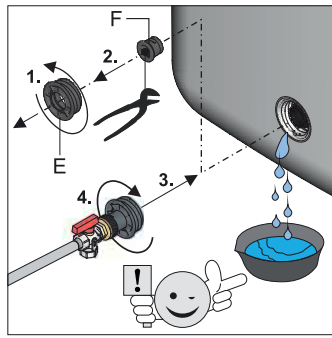

Fig. 6-4 Avvitare il raccordo di riempimento KFE nel raccordo di riempimento e svuotamento
- Svitare il pezzo filettato (fig. 6-4, pos. E) dal raccordo di riempimento e svuotamento, rimuovere il tappo di chiusura (fig. 6-4, pos. F) e **riavvitare immediatamente** l'inserto filettato premontato nel raccordo di riempimento e svuotamento (fig. 6-4).